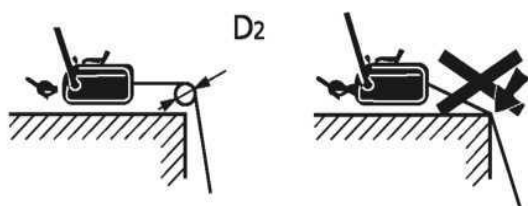

Рисунок 4. Использование блоков.
- Если при подъеме или волочении/подтягивании груза канат не проходит по прямой, необходимо использовать направляющий блок (см. рисунок 4 и таблицу к рисунку).